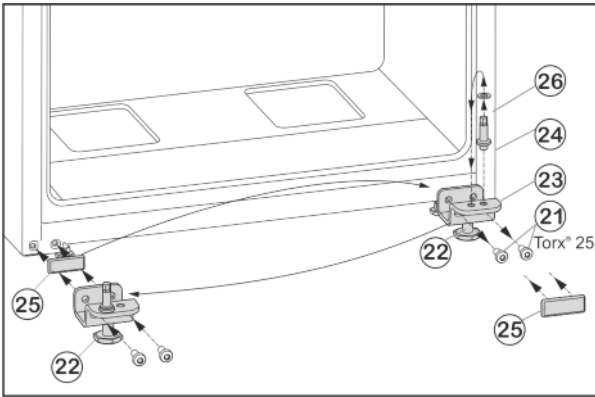

Fig. 7
- ▶ Dévisser les vis de fixation Fig. 7 (21).
- ▶ Retirer l'ensemble du support de palier inférieur Fig. 7 (23) avec le boulon de palier Fig. 7 (24), la rondelle Fig. 7 (26) et le pied de réglage Fig. 7 (22).
- ▶ Dévisser l'ensemble du boulon de palier Fig. 7 (24) avec la rondelle Fig. 7 (26), déplacer le tout dans le trou de préhension du côté opposé du support de palier et revisser fermement.
- ▶ Retirer avec précaution la plaque de recouvrement Fig. 7 (25) et la déplacer du côté opposé.
- ▶ Revisser l'ensemble du support de palier inférieur Fig. 7 (23) avec le boulon de palier Fig. 7 (24), la rondelle Fig. 7 (26) et le pied de réglage Fig. 7 (22) du côté de la nouvelle charnière, au besoin à l'aide d'une visseuse sans fil (en appliquant un couple de 4 Nm).
- ▶ Placer la porte à partir du haut sur le boulon de palier Fig. 7 (24).
- ▶ Dévisser le pied de réglage Fig. 7 (22) sur le support de palier inférieur Fig. 7 (23) jusqu'à ce qu'il repose au sol.